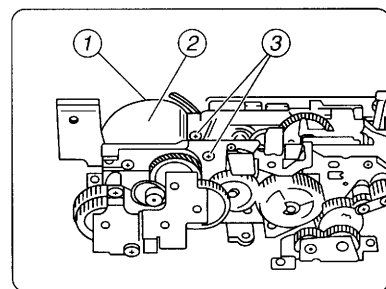
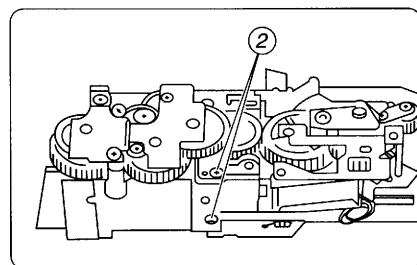

Рис. 11. Узел главного двигателя (вид сверху)
Рис. 12. Узел главного двигателя (вид снизу)
- отсоедините разъем 1 (см. рис. 11);
- открутите четыре винта 2 (см. рис. 11 и рис. 12);